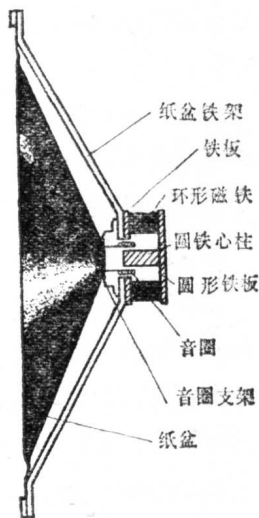

图 1-2
1. 结构和工作原理：动圈喇叭构造如图 1-2，它主要由环形磁铁、圆铁心柱、音圈和纸盆等几个部件组成。